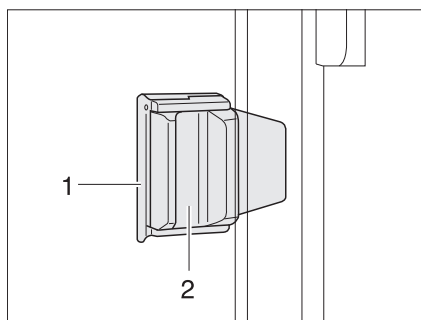

Fig. 47 Fenêtre coulissante avec verrouillage coulissant
- Retirer le verrouillage (Fig. 47,1).
- Appuyer sur la poignée (Fig. 47,2) et la pousser simultanément vers l'avant ou l'arrière.